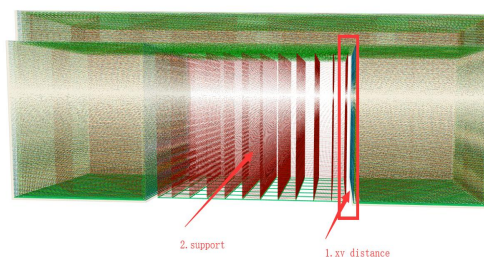

图 28，切片后(加支撑)，图中 1 箭头所指空白间隙为支撑与模型 XY 平面间距
(6) 支撑与模型 XY 平面间距(单位 mm): 即支撑距离模型指定的横向平面的间距，如图 28。此间距决定支撑离模型的距离，太近会不好去除，太远了会造成支撑区域缩小而出现悬垂，默认值是经测试过的较好的一个值，一般情况可无需调整。若有更高打印要求的用户，建议按照 0.3mm 梯度增加或减少。